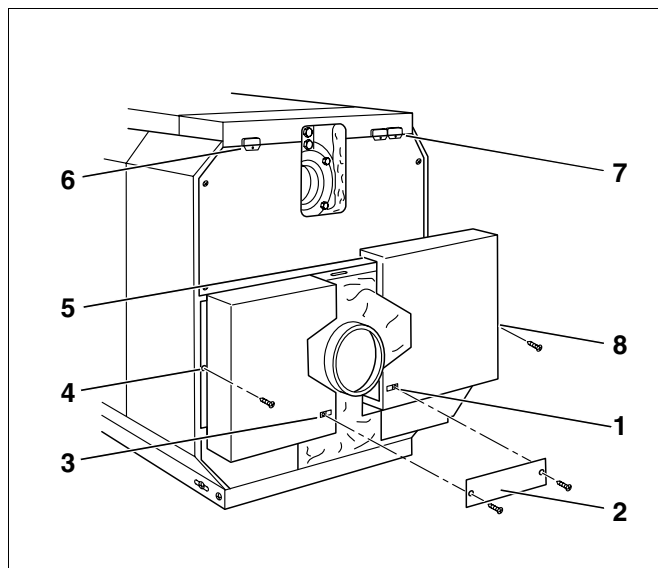

Fig. 56 Montering af bagklappens dele
- Sæt snapmøtrikker ind i venstre og højre sidevæg samt ind i delene til bagkappen (fig. 56, **pos. 1, 3, 4 og 8**).
- Hægt de nederste dele til bagkappen i venstre og højre side fast i spalterne på den øverste bagkappes ombuk og i sidekappen (fig. 56, **pos. 5**).
- Skru forbindelsespladen (fig. 56, **pos. 2**) fast på bagkappens dele under røggasstudsens med pladeskruer.
- Fastgør kabelgennemføringer af kunststof enten i venstre eller højre side på den øverste bagkappe (fig. 56, **pos. 5 og 6**).